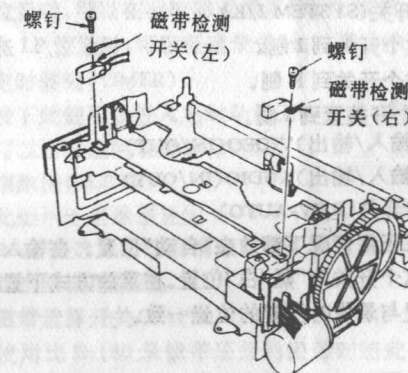

图 1-3-5 带盒检测器的更换
- ① 从主机座上拆下带盒仓组件。
- ② 将带盒仓组件翻一个上面向下放好。
- ③ 用电路铁焊掉开关接线端的引线,在这种情况下,用手转动蜗杆齿转与电机的联接部分使带盒仓降下,对焊接工作有利(不要用手接触齿轮啮合部分)。见图 1-3-5。
- ④ 拆掉开关的紧固螺丝并更换开关。
- ⑤ 当安装新的开关时,按照与上述相反的步骤进行。